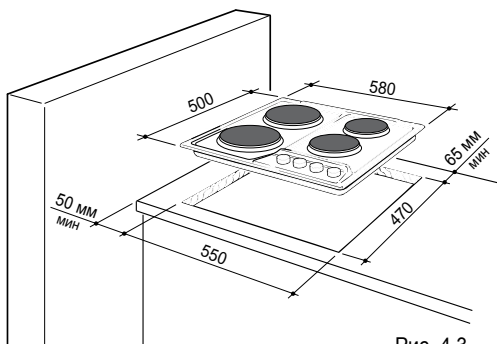

Рис. 4.3
- ✓ Настоящая варочная поверхность имеет защиту от перегрева прилегающих поверхностей класса “У”. Минимальное расстояние между варочной поверхностью и боковой стенкой, которая выше чем сама поверхность, должно быть 50 мм (Рис. 4.3).
Для встройки варочной поверхности в секцию кухонной мебели необходимо сделать отверстие, размеры которого показаны на Рис. 4.3, учитывая следующие указания:
- ✓ Расстояние от варочной поверхности до боковой стенки должно быть не менее 50 мм (Рис. 4.3);